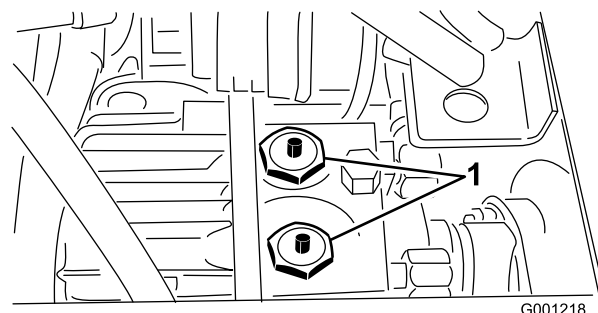

Figura 32
- Mantenha pressionado os pinos que estão a meio das estruturas das 2 válvulas de verificação, na parte superior da transmissão (Figura 32), enquanto empurra ou reboca a máquina. Na Figura 32, o banco e a respectiva placa de montagem foram retirados.